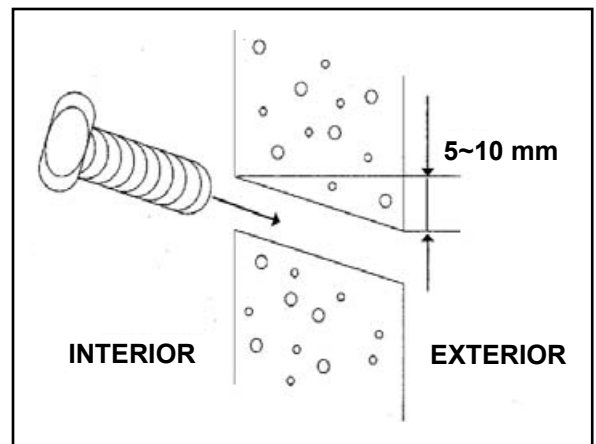

FIGURA 24
- Corte e coloque o tubo de PVC de 7,5 cm de diâmetro de acordo com a espessura da parede e passe a tubulação através dela. (figura 24).